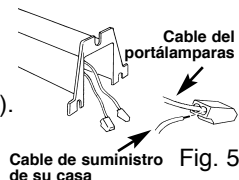

Fig. 5
Paso 2: Simplemente inserte el cable de suministro negro de su casa en el conector rápido con cable negro que sale del portalámparas (Fig. 5).
Paso 3: Repítalo para el cable blanco de la casa, correspondiendo con el cable blanco del conector (Fig. 5).